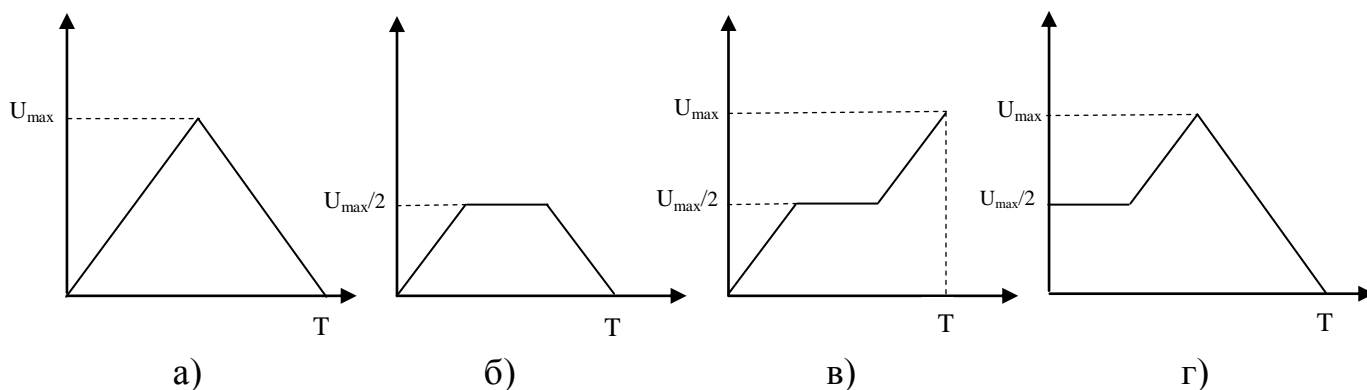

Рис. 1. Форма та параметри аналогових сигналів
2.16. Скласти програму на мові Асемблер для виведення аналогового періодичного сигналу заданої форми та параметрів з періодом T (рис. 1). Аналоговий сигнал формувати на виході 8-розрядного цифро-аналогового перетворювача лабораторного стенда (адреса цифро-аналогового перетворювача F000H).